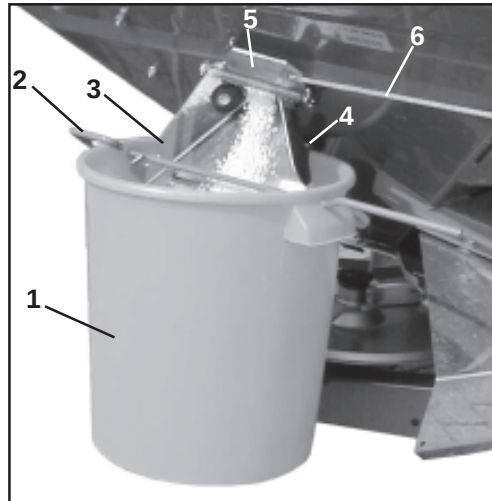

Fig. 7.12
- Häng mättråget (Fig. 7.12/1) med bygel (Fig. 7.12/2) i hållaren (Fig. 7.12/3). Lås fast mättråget med klämstycket (Fig. 7.12/4 u. 7.11/1).
- Öppna sidospjället (Fig. 7.12/5) fullständigt med hjälp manöverlinan (Fig. 7.12/6) under ca 5 sekunder (för att säkerställa regelbundet gödselflöde). Håll tillbaka den uppsamlade gödseln i behållaren igen.
- Öppna sidospjället (Fig. 7.12/5) fullständigt med hjälp manöverlinan (Fig. 7.12/6) under ca 5 sekunder (för att säkerställa regelbundet gödselutsläpp). Håll tillbaka den uppsamlade gödseln i behållaren igen.